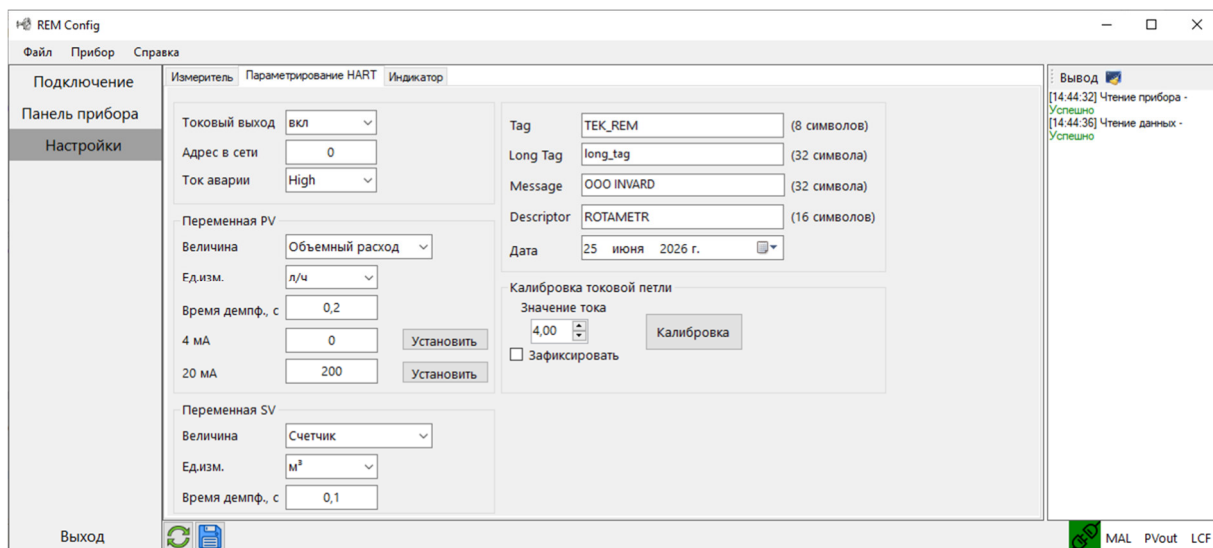

Рис.6. Параметрирование HART
- параметрирование HART (рисунок 6);